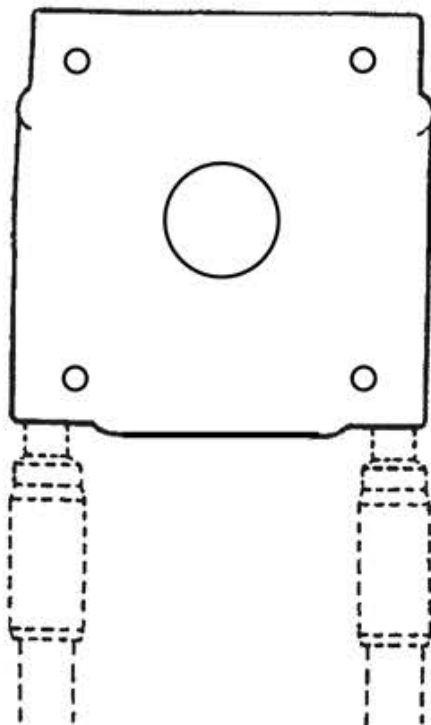

Fig. 1
- b) Lossa de 4 skruvarna (10) på reglaget och sära på reglagehalvorna.
- c) Ta backslagskabeln och lägg i kabelns ändhylsa, se fig. 1, i något av reglagets två ingångshål vilka har uttag passande ändhylsan (beror på vilken rörelse Ni vill ha, tryckande eller skjutande för iläggning av t ex fram). I det lediga ingångshålet placeras ändrörssnippel (24). På denna monteras sedan ändröret (38).
4. Ta backslagsspaken och trä på den på utgående axeln, ställ in teleskopändan i halvsjaglängd. Ta sedan loss spaken och sätt tillbaka den riktad rakt upp. Dra åt insexskruven (9).
- b) Loosen the 4 screws (10) on the operator and pull the 2 operator halves apart.
- c) Insert the end fitting of the control cable, see figure 1, in either of the entrance holes in the operator, (ensure that the cable is placed in the correct hole depending on whether push or pull movement is required). The SST-Adaptor (24) is positioned in the other entrance hole. Push then the spent travel tube on to the adaptor.
4. Fit the gear handle to its shaft and adjust the telescopic end to half stroke. When this is done the position of the lever is corrected to a desired mid position. Tighten the setscrew (9).